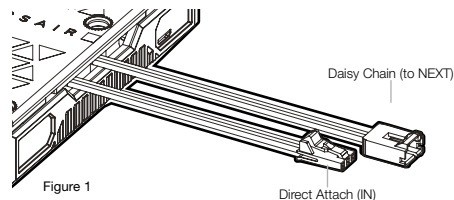

Figure 1
1. Identify the correct RGB connector on the water block (Figure 1).
1. Identifiez le connecteur RGB approprié sur le bloc à eau (Figure 1).
1. Identifizieren Sie den richtigen RGB-Anschluss am Wasserblock (Abbildung 1).
1. Identifiera rätt RGB-kontakt på vattenblocket (bild 1).
1. Определите правильный разъем RGB на блоке жидкостного охлаждения (Рис. 1).